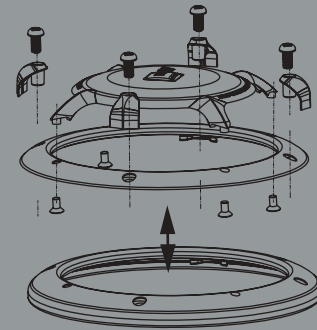

Figura 19.
- Los sistemas de altavoces de competición GTi permiten cambiar el tipo de recinto de rejilla. Consulte la Figura 19 si desea colocar un recinto de fibra de carbono.